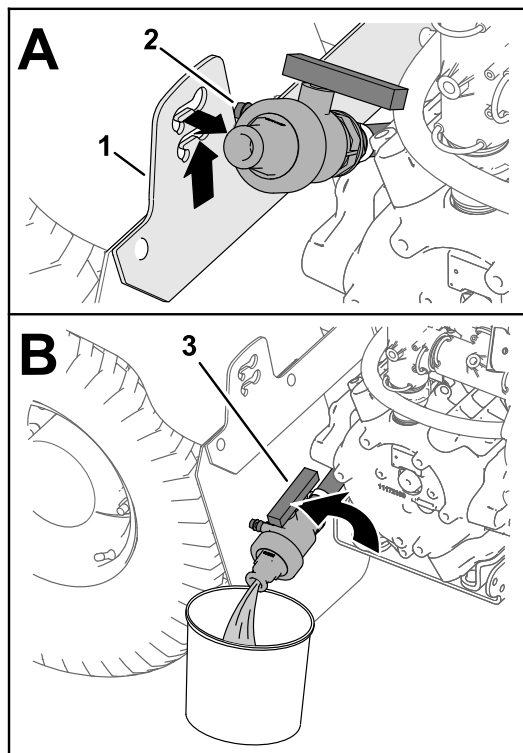

Figura 49
- Levante la válvula hasta que los espárragos de montaje de la válvula salgan de las ranuras del soporte de la válvula de vaciado, y mueva la válvula hacia atrás (Figura 49, A).
- Alinee el extremo de la válvula con el recipiente de vaciado y gire la palanca de la válvula a la posición de abierto (Figura 49, B).
- Cuando el depósito se haya vaciado por completo, gire la maneta de la válvula de vaciado a la posición de cerrado y monte la válvula en el soporte de la válvula de vaciado (Figura 49, B y Figura 49, A).